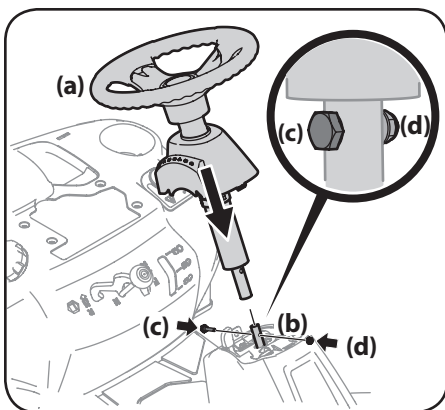

Figure 2-3
4. Abaissez le volant sur la partie inférieure de l'arbre de direction et maintenez-le en place avec la boulon à épaulement et le contre-écrou retirés plus tôt. Voir la Figure 2-3.